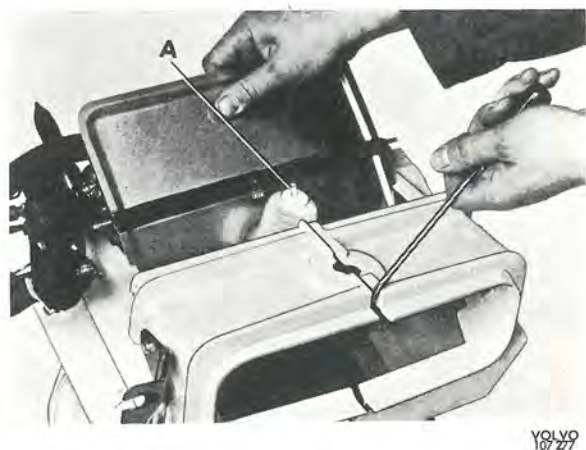

Bild 39. Montering av luftintagslucka med vakuummotor. Vakuummotorns slanganslutning (A) ska peka mot luckans axel.
3. Demontera klämmorna på båda sidorna närmast luftintaget (2).
7. Placera luftspjäll med vakuummotor och fjäder på plats i centralenheten (bild 39).